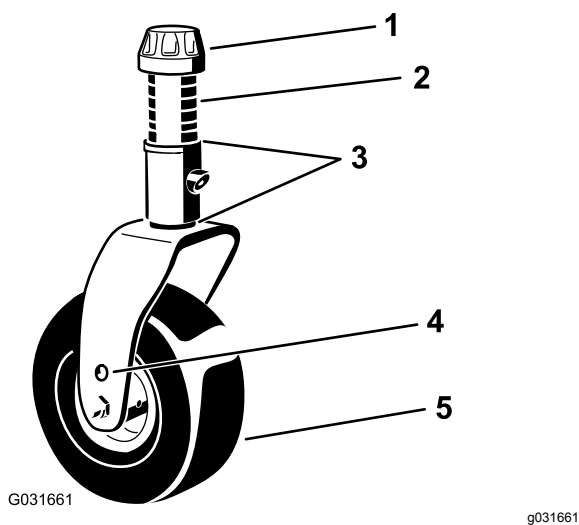

Рисунок 21
4. Используя прилагаемый ключ для колпачковых гаек поворотных колес, ослабьте колпачковую гайку и снимите ее с вала поворотного колеса, затем извлеките вал из рычага поворотного колеса (Рисунок 21).